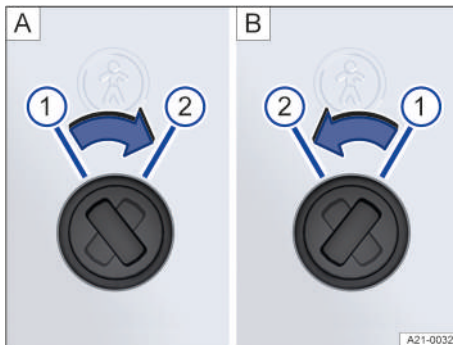

Fig. 74 Seguro para niños: **A** Puerta trasera izquierda, **B** puerta trasera derecha.
- Gire la ranura a la posición correspondiente → fig. 74.